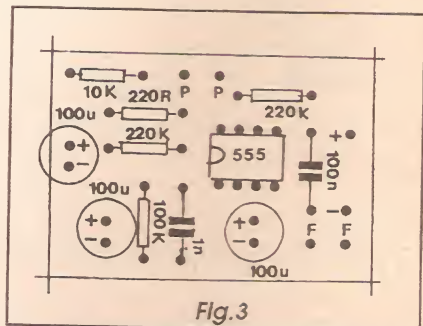

Fig.3
- FIG. 3 - CHAPEADO DA MONTAGEM - Na figura anterior, vimos a plaquinha pela sua face cobreada... Agora o impresso é mostrado pela sua face não cobreada, o lado onde ficam os componentes... Estes têm suas estilizações, posições, polaridades, valores e códigos - todos - demarcados, tornando a montagem uma verdadeira brincadeira... É só seguir tudo com atenção, passo a passo, sem pressa... Na eventualidade de *pintar* alguma dúvida, APE mantém como encarte permanente (assim como ocorre com as INSTRUÇÕES GERAIS...) o TABELÃO, onde se pode obter informações visuais de identificação de terminais, leitura dos códigos de valor, etc., a respeito da maioria dos componentes utilizados nas montagens... *Vão lá, se precisarem...*! Os pontos mais importantes, nas inserções e soldagens, referem-se aos componentes polarizados, cujas posições *não podem ser invertidas* (caso em que o circuito não funcionaria, e o próprio componente poderia sofrer danos...): o integrado, com sua extremidade marcada claramente indicada, e os três capacitores eletrolíticos, todos com suas polaridades de terminais também anotadas... Quanto aos resistores e capacitores comuns (componentes *não polarizados*...), o fundamental é ler corretamente seus valores, e posicioná-los na placa de acordo... Finalizadas as soldagens, uma última conferência deve ser feita para ver
- FIG. 3 - A GRAVAÇÃO MAGNÉTICA - Outro método de tornar o som *permanente* para audição posterior a qualquer momento (e *regrisável* à vontade...), muito popular, e que também tem sido usado comercialmente por décadas, é o que funciona por meios magnéticos... Também nesse sistema, os transdutores utilizados são de *segunda instância* (não lidam, nos processos imediatos de gravação e reprodução, com o SOM diretamente, mas com sua *representação*...). Nesse siste-